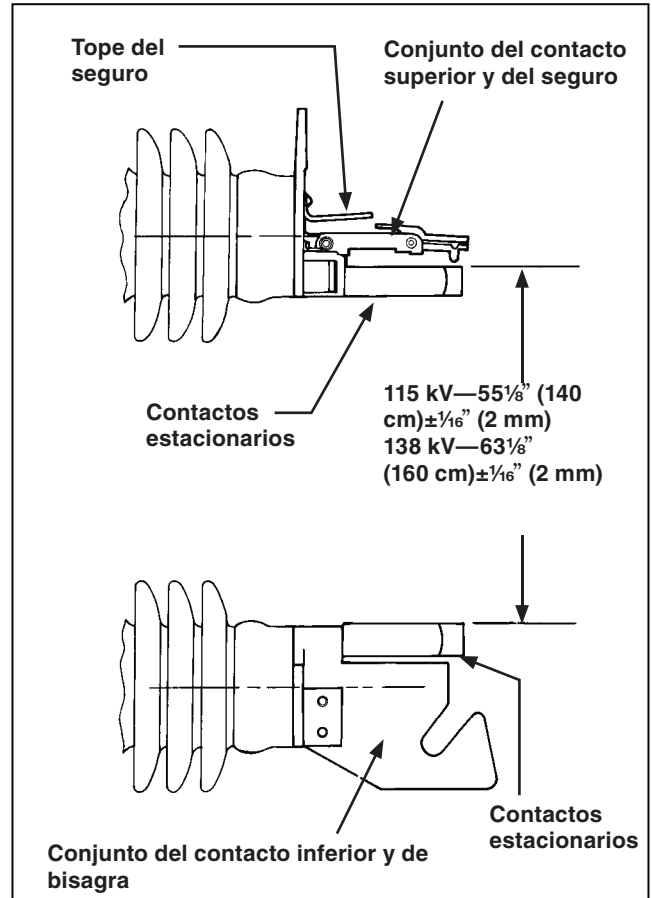

Figura 6. Verificación de la distancia entre los extremos de los contactos estacionarios.
PASO 3. Quite el fusible del soporte. Con cuidado, mida la distancia de extremo a extremo entre los contactos estacionarios del conjunto del contacto inferior y de bisagra, y de los contactos estacionarios del conjunto del contacto superior y el seguro. Vea la Figura 6.
Si es necesario, afloje los tornillos que aseguran el conjunto del contacto superior y del seguro a su torre de aisladores (o a su estructura soldada de la ménsula) y mueva dicho conjunto según se necesite para alcanzar la dimensión que se muestra en la Figura 6. Asegúrese de tomar la medida a ambos lados para garantizar que los contactos de oreja todavía entren perfectamente en los contactos estacionarios según se describe en los Pasos 1 y 2 en la página 10. Luego apriete bien los tornillos que se aflojaron previamente en este mismo paso. Vuelva a verificar la dimensión que se muestra en la Figura 6 para estar seguro de que no se haya perdido el ajuste al apretar los tornillos.
Los Fusibles de Potencia SMD que se fabricaron antes de junio de 1963 no se pueden cerrar de golpe. Dichos fusibles no tienen el tope del seguro que se ilustra en la Figura 6 en la página 11, y por ello se deben cerrar con un movimiento deliberadamente certero y un seguimiento sólido. Si el conjunto del fusible se cierra de golpe, quizá el seguro no funcione y el fusible puede zafarse del conjunto del contacto superior y del seguro.